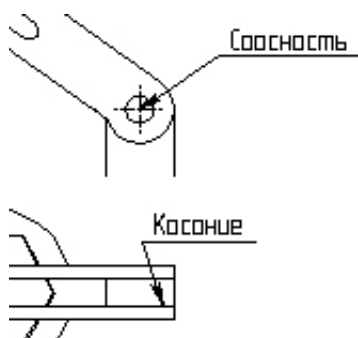

Рисунок 18 – Сопряжение деталей «Корпус» и «Гайка»
- Сопряжения **Корпус-Гайка**: Соосность, Касание (рисунок 18)
- Сопряжения Корпус-Рычаг: Соосность отверстий, Касание, (рисунок 18)